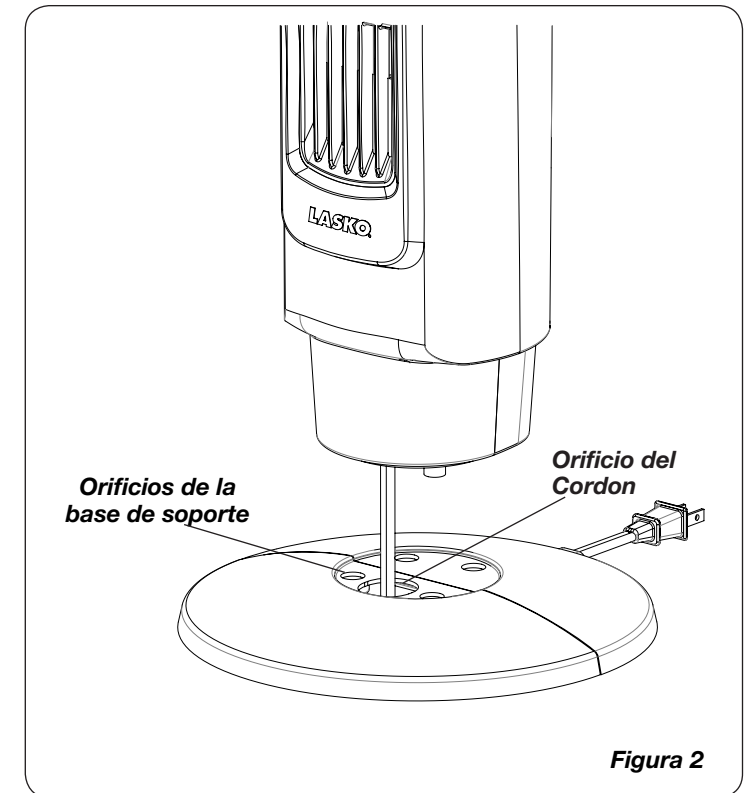

Figura 2
- Pase el cable de alimentación eléctrica por el canal del cable situado en el centro de la base (Figura 2).